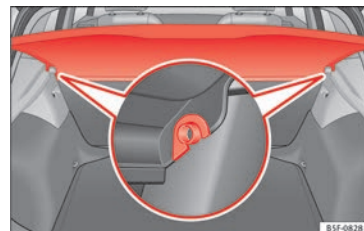

Fig. 164 Dans le coffre à bagages : dépose et repose de la plaque arrière.
- Dégagez la plage arrière des supports latéraux » fig. 164 en la tirant vers le haut puis en la détachant.
- Introduisez la plage arrière horizontalement en faisant coïncider la « forme en U » sur l'axe des supports » fig. 164, et appuyez vers le bas jusqu'à ce qu'elle s'encastre.